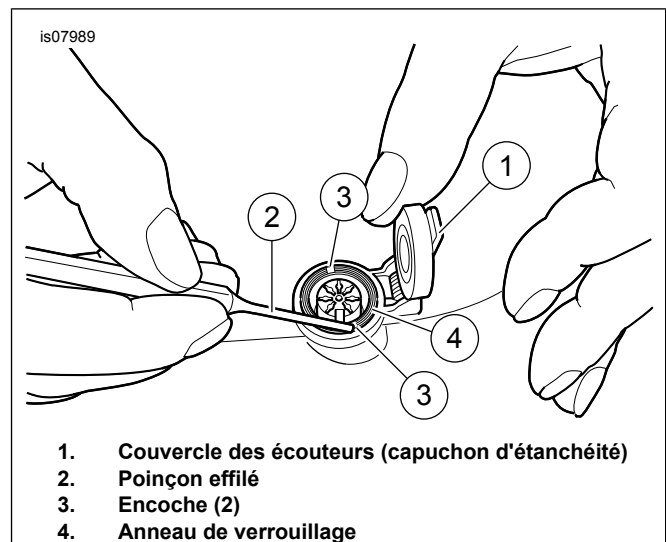
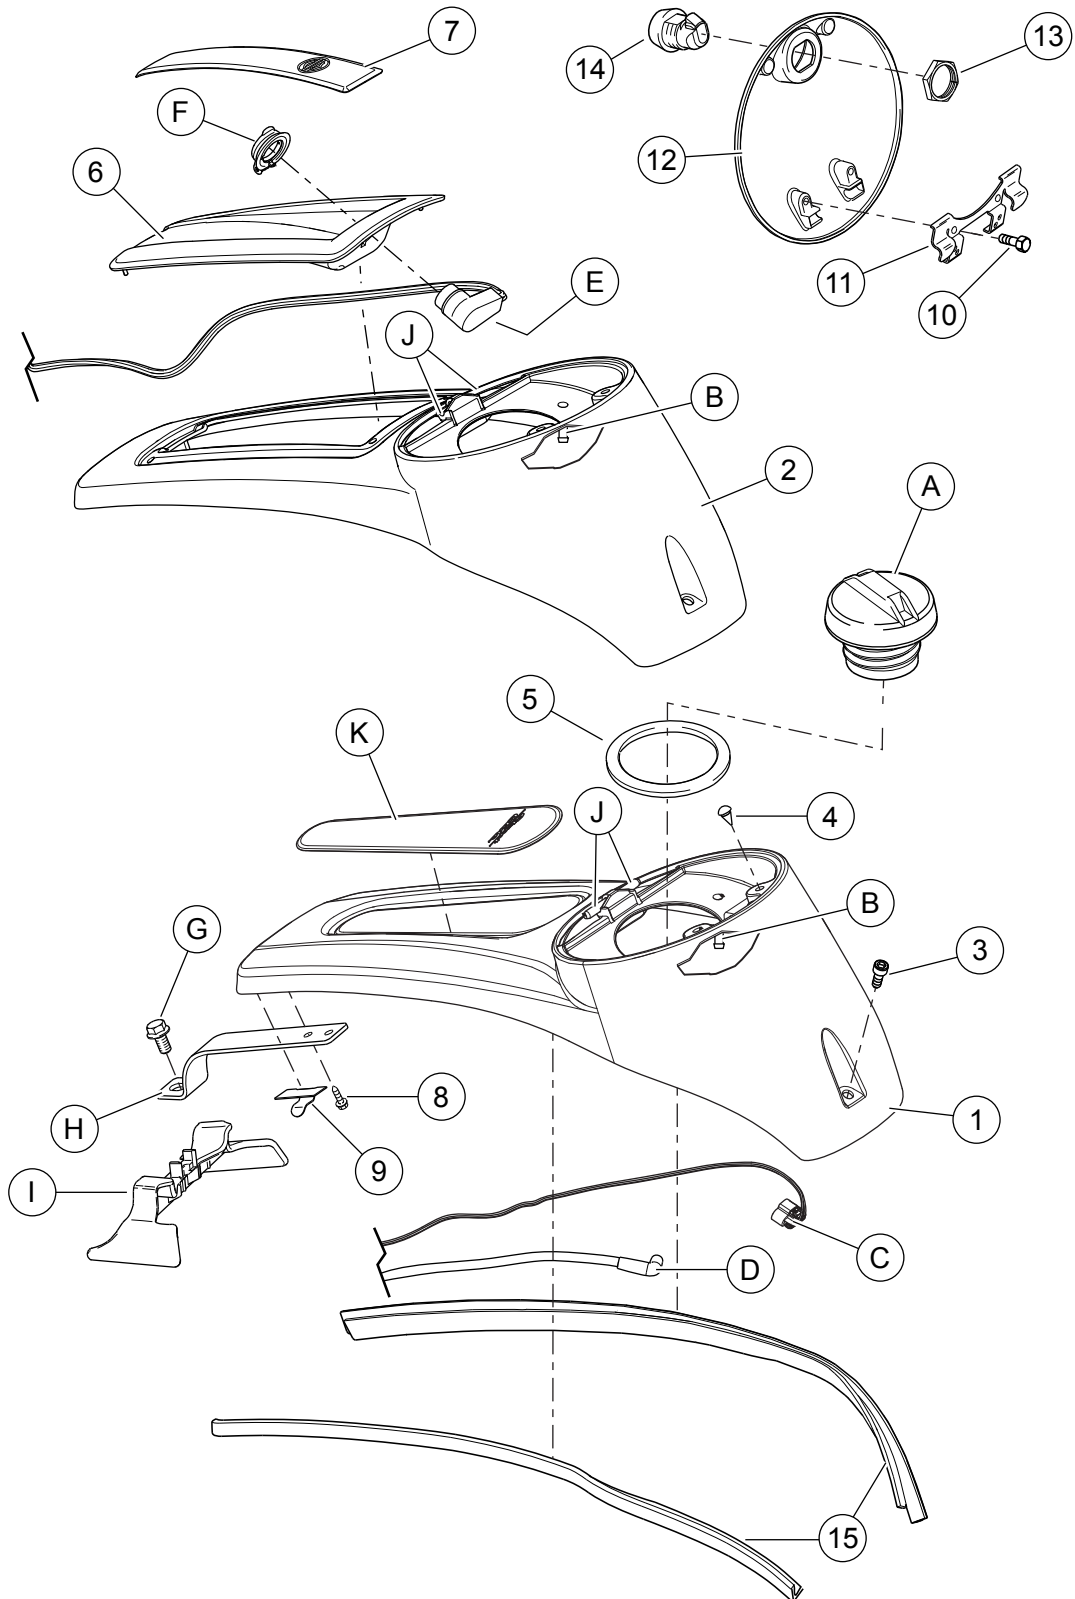

Figure 1. Déposer/poser l'anneau de verrouillage du connecteur des écouteurs
Figure 2. Pièces de rechange : Kits de console, de porte du réservoir de carburant, d'ouverture de porte du réservoir de carburant
Voir Figure 2 et Tableau 1.
2. Voir Figure 2. Ouvrir la porte du réservoir de carburant (12). Retirer et conserver le bouchon de remplissage de carburant (A).
3. Retirer et jeter la vis (3). Retirer et conserver la vis (G).
4. Déposer avec précaution la console déjà posée (1) ou (2).
5. Noter l'emplacement et l'orientation du connecteur de la pompe à carburant (C). Débrancher le connecteur du bloc si nécessaire.
6. Retirer le tube de vidange (D) du mamelon de vidange (B).
7. Noter le tube et le faisceau se trouvant sous les attaches (9).
8. **Modèles équipés de connecteur d'écouteurs avant :** voir Figure 1. Ouvrir le couvercle des écouteurs (1). Placer le poinçon effilé (2) dans une encoche (3) de l'anneau de verrouillage (4). Tourner dans le sens antihoraire pour desserrer.
9. Déposer l'anneau de verrouillage (4) et le capuchon (voir Figure 2, article F).
10. **Tous les modèles :** voir Figure 2. Déposer les vis (8) et le support (H). Conserver le support. Mettre les vis au rebut.
11. **En cas de réutilisation de la porte du réservoir de carburant et du loquet/verrou :** déposer et conserver les vis (10), l'attache (11) et la porte du réservoir de carburant (12).
1. Voir Figure 2. Nettoyer la surface sur la console (1 ou 2) à l'emplacement d'application de la pièce insérée de la console (6 ou K).
4. **Modèles équipés de connecteur d'écouteurs avant** : insérer le connecteur d'écouteurs (E) à travers la pièce insérée (6).
5. Glisser le bouchon d'étanchéité sur le connecteur d'écouteurs (F).
6. Voir Figure 1. Avec les encoches (3) sur le côté externe, visser l'anneau de verrouillage (4) sur le connecteur d'écouteurs.
7. Placer le poinçon effilé (2) par-dessus l'une des encoches. Tourner dans le sens horaire jusqu'à ce que le tout soit bien serré.
8. **Tous les modèles** : voir Figure 2. Poser le support (H). Attacher avec des vis **neuves** (8).
9. Poser la moulure en caoutchouc (15) sur la console (1 ou 2). Le rebord le plus long de chaque moulure en caoutchouc entre dans le côté **intérieur**.
10. Poser la gaine (5) de manière à ce que le côté lisse soit dirigé vers le **haut**.
11. Poser les pare-chocs (4) dans la console comme illustré.
12. Acheminer le tube de vidange (D) et les fils (C ou E) sous la console. Fixer avec des attaches (9).